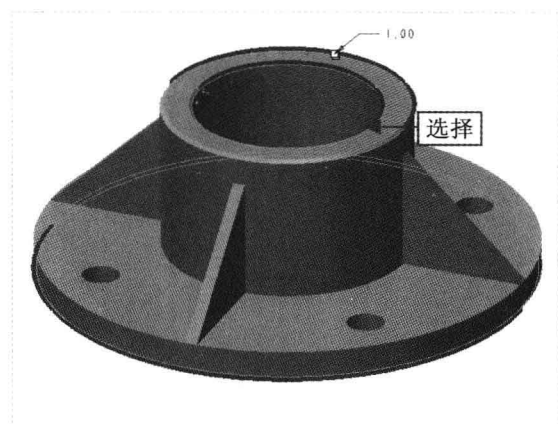

图 17-14 选择倒角边
Step 05 在“模型”选项卡中，单击“工程”面板中的“边倒角”按钮 , 弹出“边倒角”选项卡，设置倒角距离为 1，按住【Ctrl】键的同时，在绘图区选择合适的倒角边，如图 17-14 所示。